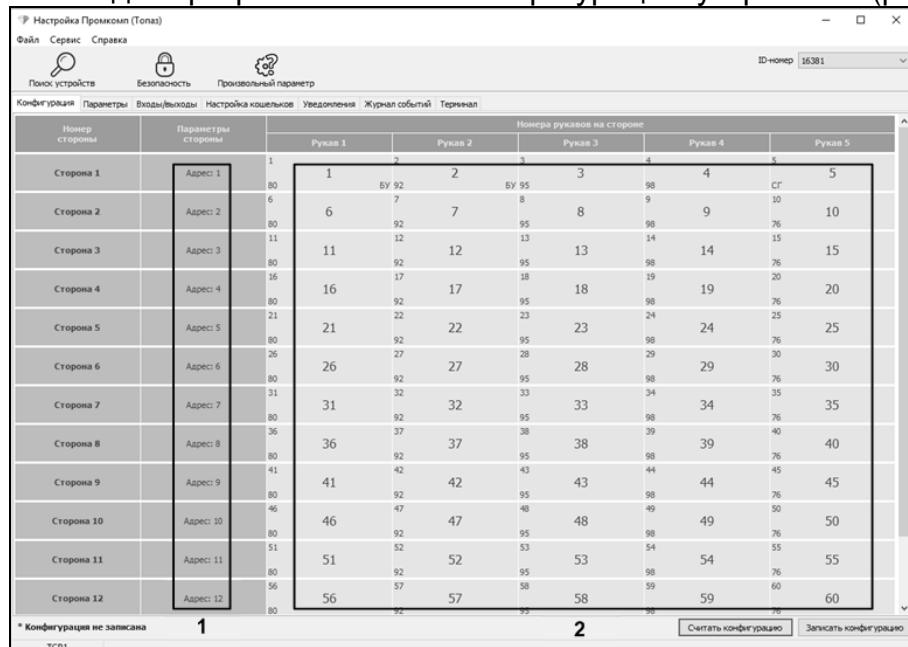

Рисунок 4
- г) на первой вкладке программы считать конфигурацию устройства (рисунок 4);
| | Адрес стороны | 1 – 255 | см. рисунок 4 |
| | Режим работы рукава | отключен, включен | см. рисунок 4 | |